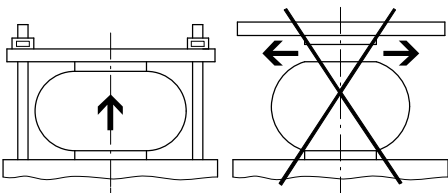

Fig. 2
• 请确保气囊式气缸不超过最大高度 h_{max} 。示例 Fig. 2。